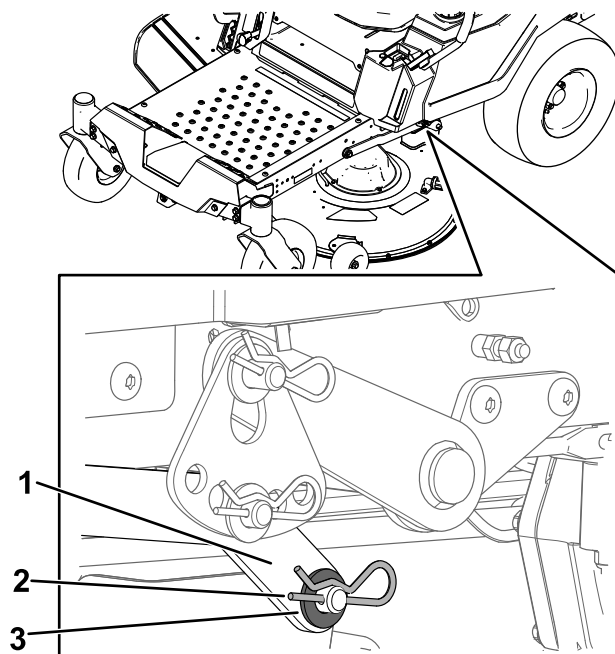

Figuur 71
- Verwijder de R-pen uit de voorste steunstang en neem de stang uit de beugel van het maaidek (Figuur 71).
8. Bevestig de voorste steunstang aan het maaidek met de gaffelpen en de R-pen (Figuur 71).